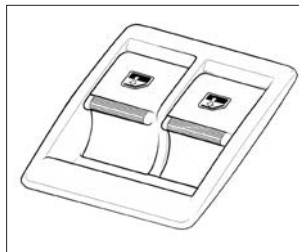

Рис. 31. Клавишные переключатели стеклоподъемников
Наружные зеркала оснащены электроприводом. Блок управления зеркалами располагается на облицовке накладке коврика пола (рис. 30, позиция **2**). Выбор регулируемого зеркала осуществляется перемещением переключателя **1** (рис. 31) в фиксированные положения (правое/левое), соответствующие регулировке правого/левого зеркала.
**В варианном исполнении** автомобиль может быть укомплектован только клавишными переключателями стеклоподъемников (рис. 31).